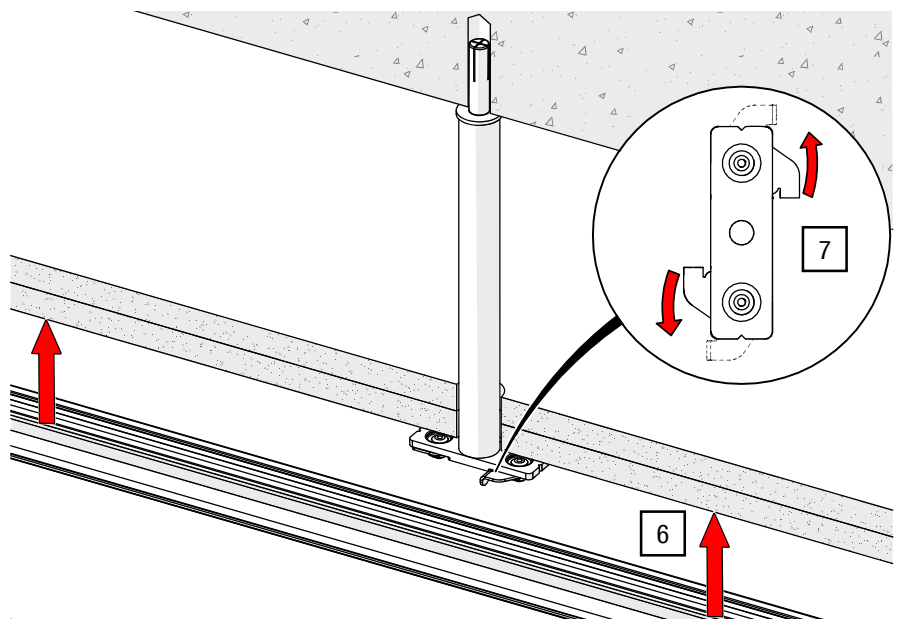

Abb. 39: Deckenabhängung OFFICE – Schiene anheben und Montageplatte verriegeln
6. Positionieren Sie die Schiene am Zielort (siehe Abb. 39).
7. Befestigen Sie die Schiene mit der Montageplatte, indem Sie die Hebel verriegeln (siehe Abb. 39).